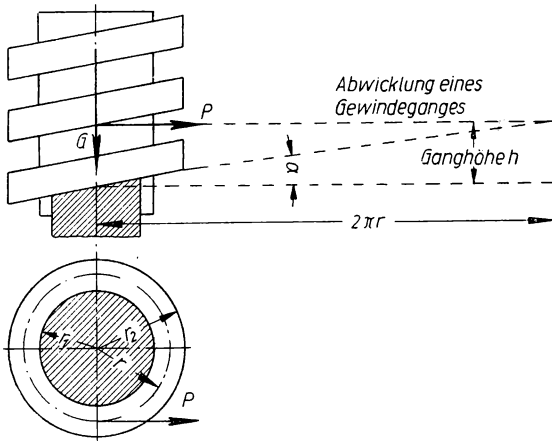

Bild 254
**389.** Eine flachgängige Schraube, in ihrer Achsenrichtung mit  $G\text{ kg}$  belastet (Bild 254), soll durch eine am mittleren Gewindekreise vom Halbmesser  $r$  angreifende Umfangskraft  $P$  in dem festliegenden Muttergewinde gedreht und dadurch die Last gehoben werden.
Gewindekreise vom Halbmesser  $r = \frac{r_1 + r_2}{2}$  (Bild 254, Grundriß) den Umfang  $2\pi r$  und steigt um die Ganghöhe  $h$ . Er liefert abgewickelt ein Dreieck mit dem Steigungswinkel  $\alpha$  (Bild 254), und zwar ist  $\tan \alpha = \frac{h}{2\pi r}$ . Bei der Drehung der Spindel werden ihre schrägen Gewindegänge, auf dem festliegenden, ansteigenden Muttergewinde gleitend, aufwärts bewegt und ihre Last  $G$  wie auf einer geneigten Ebene emporgezogen. Dabei wirkt die drehende Umfangskraft  $P$  in einer zur Schraubenachse senkrechten Ebene, ist also waagerecht gerichtet. Demnach liegt der in Aufg. 386 dargestellte Belastungsfall vor.